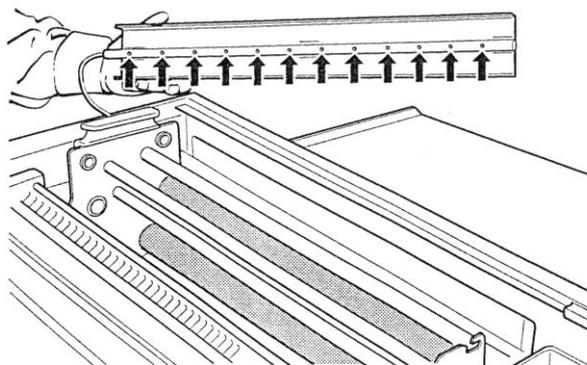

Рис. 18
- Используйте STRUCTURIX FIXCLEAN для чистки крышки распылителя. Убедитесь в том, что отверстия распылителя тоже чистые (рис.18).